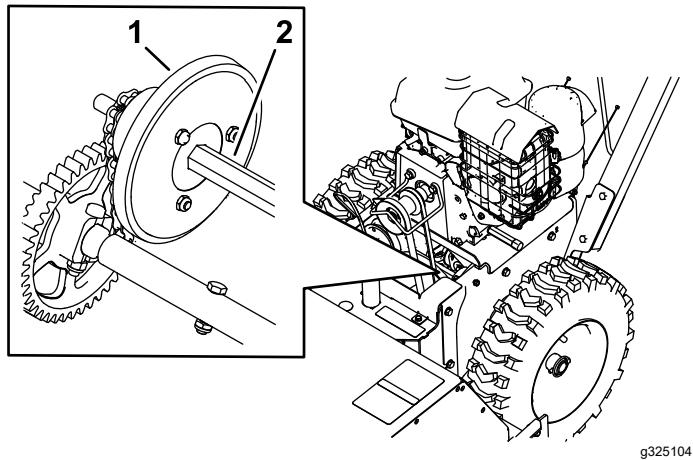

Figura 24
4. Mergulhe um pincel de pintura limpo, comprido, de ponta fina em óleo de motor automóvel e lubrifique ligeiramente o veio hexagonal (Figura 24).
Importante: Não coloque óleo no anel de borracha nem na placa da transmissão de fricção de alumínio porque a transmissão da tração patinaria (Figura 24).